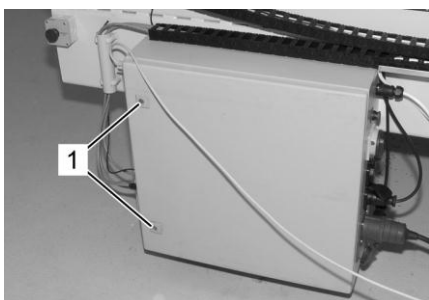

Abb. 49: Steuergerät
3. Am Steuergerät beide Schlösser (Abb. 49/1) mit Sicherheitsschlüssel öffnen.